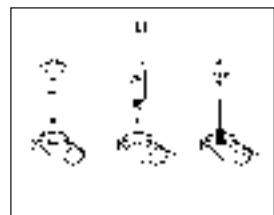

Abb. 2
**Laguna Utility Pump 1, 2 und 3:** Ausbau von Antriebsmagnet und Keramikachsenbaugruppe - Zum Ausbau der Keramikachsenbaugruppe Hakenende des mitgelieferten Werkzeugs in das Loch in der Nähe des Bodens einführen und gesamte Baugruppe nach oben herausziehen (Abb. 2).
paredes del acuario. Una curva de goteo (ver fig.2) debe de ser preparada antes de conectar la bomba de agua a la corriente eléctrica. Esta curva de goteo evita que las gotas, en el caso de que se deslicen por el cable de alimentación, lleguen hasta la clavija. Si la clavija o el recipiente se humedecen, no desconecte el cable de alimentación de la corriente. Quite los fusibles o el interruptor general y luego podrá desconectar y examinar la clavija y el recipiente.